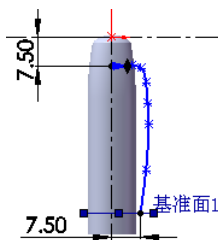

图 3.31.5 草图 2
Step4. 创建图 3.31.5 所示的草图 2。选择下拉菜单 **插入(I)** **→** **草图绘制** 命令；选取前视基准面为草图基准面，绘制图 3.31.5 所示的草图。